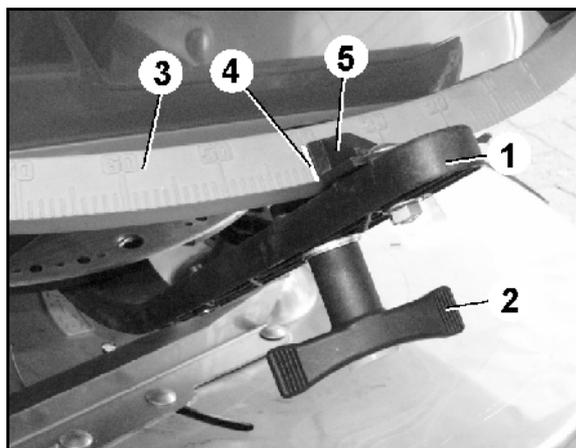

Рис. 80
Регулировка количества осуществляется при этом в соответствии с таблицей норм внесения удобрений с помощью регулировочного рычага (Рис. 80/1).
2. Открутите барашковый винт (Рис. 80/2).
3. Найдите требуемое положение заслонки по шкале (Рис. 80/3).
4. Установите кант (Рис. 80/4) указателя (Рис. 80/5) на значение шкалы.
6. Затяните барашковый винт (Рис. 80/2).